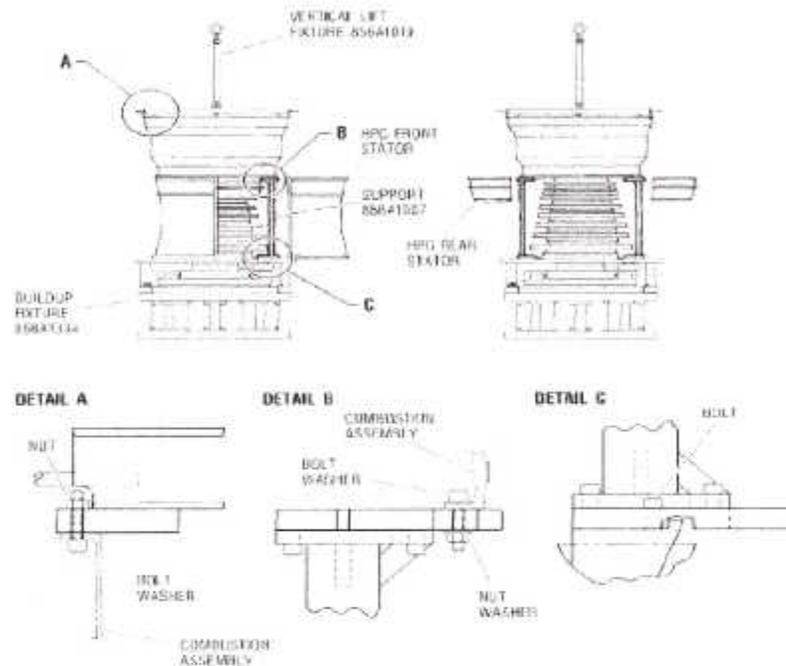

Fig. III.104 ; Installation du Dispositif de Levage Vertical, 856A1019G04 sur le Carter de la Chambre de Combustion.
6. On installe le **Dispositif de Levage Vertical, 856A1019G04**, sur le carter de la chambre de combustion comme suit: (fig. III.104)
- f. On installe le Support, 856A1007G04, entre le carter de la chambre de combustion et le Banc Vertical, comme suit: (voir. Fig. III.104).